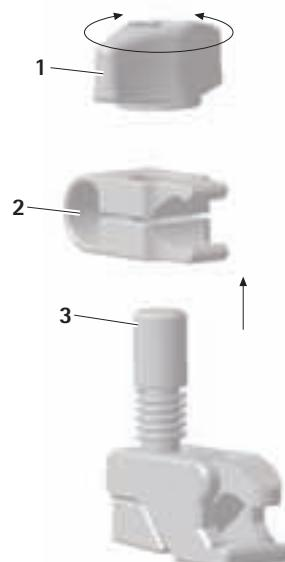

Abb. 11
- ▶ Maulstück 2 abnehmen, siehe Abb. 11.